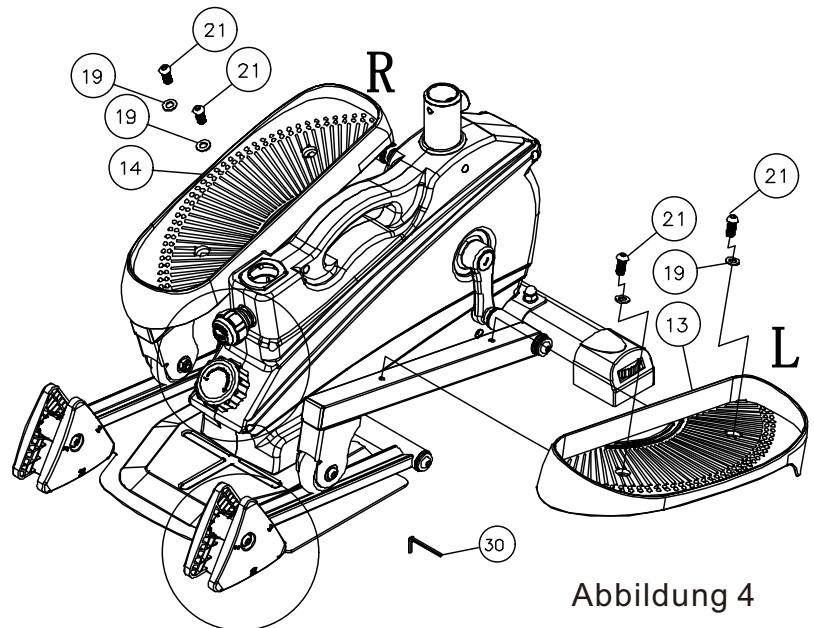

Abbildung 4
4. Verwenden Sie 21-Sechskantschrauben mit Rundkopf und 19-Flachscheiben, um die linken und rechten Fußpedale 13 und 14 an den linken und rechten Fußstützen 04 und 05 zu befestigen. Wie in Abbildung 4 dargestellt: